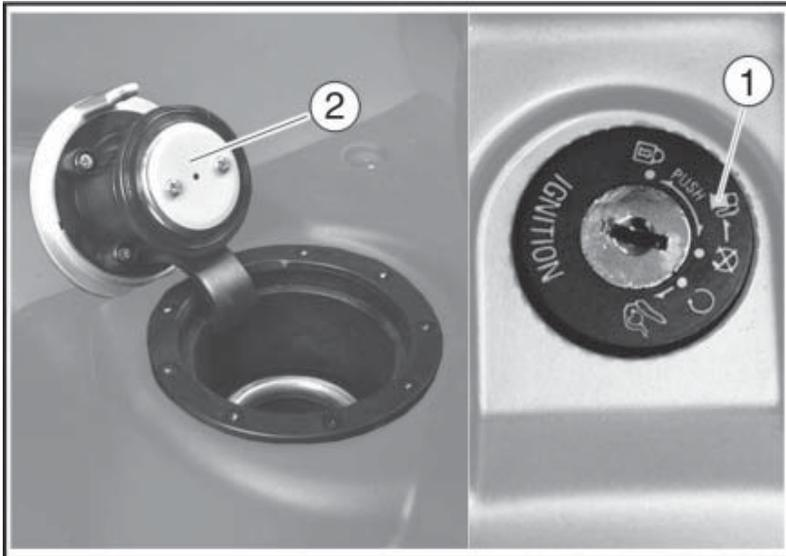

Fig. 01
- Le bouchon du réservoir « **2 - Fig. 01** » s'ouvre automatiquement.